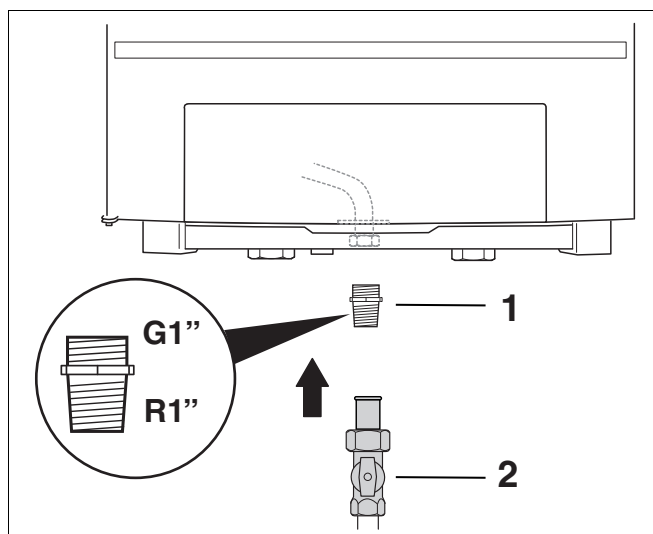

Fig. 13 Stabilirea racordului de gaz
Pentru montarea robinetului de gaz este necesar un racord pentru robinetul de gaz 1" (fig. 13, poz. 1). Pentru comandă, a se vedea adresa pe verso la acest document.
- Montați racordul pentru robinetul de gaz 1" (accesorii) (fig. 13, poz. 1).
- Instalați (fig. 13, poz. 2) robinetul de gaz în canalul de aducțiune de gaz (GAS). Folosiți un robinet de gaz cu un diametru minim de 1".